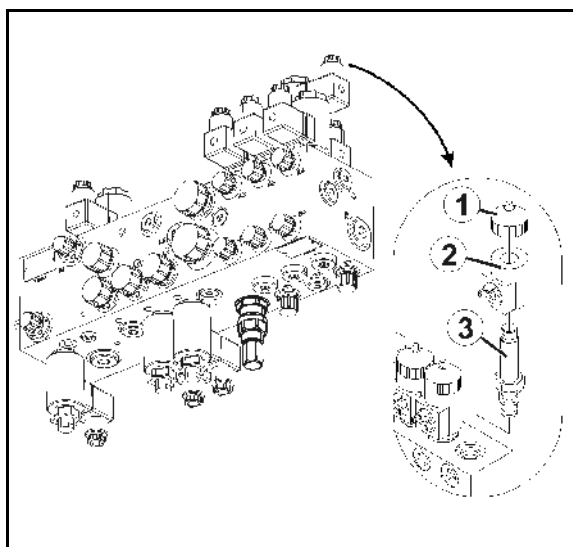

Рис. 95
1. Отверните колпачок электромагнитного клапана (Рис. 95/1) abschrauben.
2. Снимите катушку электромагнитного клапана (Рис. 95/2) abnehmen.
3. Выверните толкатель (Рис. 95/3) с седлами клапана и очистите сжатым воздухом или гидравлическим маслом.